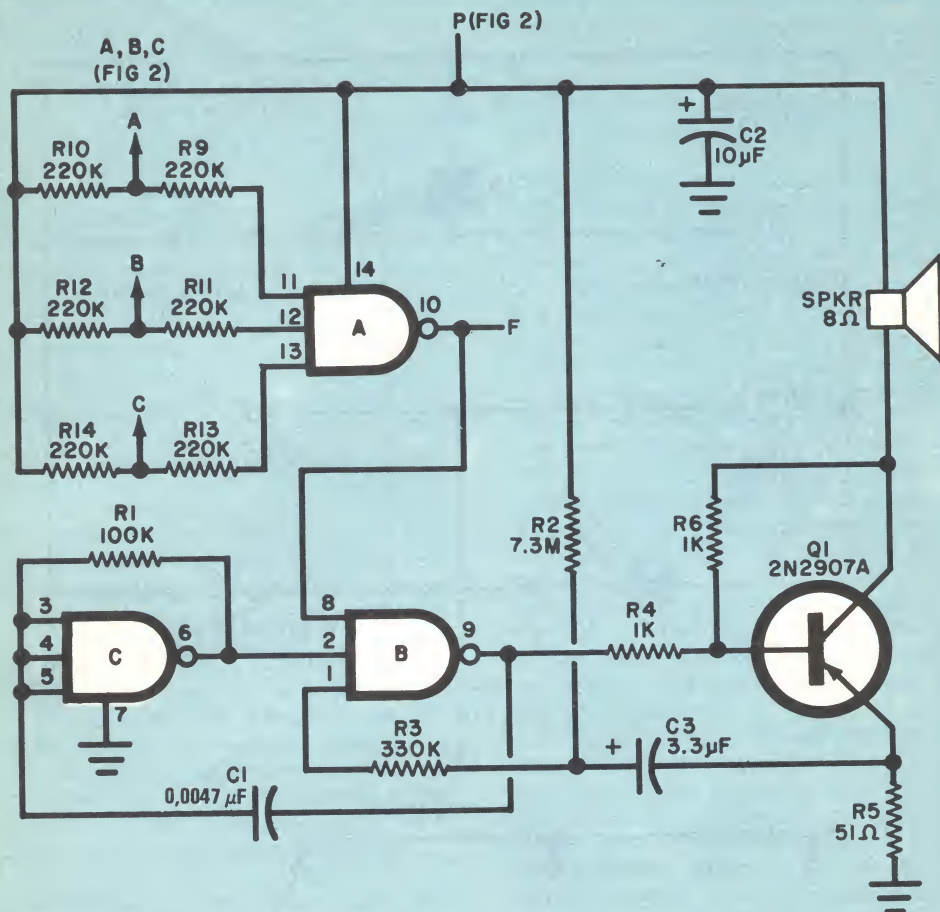

Fig. 1 - Le porte IC1C, IC1B e il transistor Q1 formano un oscillatore funzionante a 1.500 Hz, che viene interrotto ritmicamente da un segnale di 1 Hz.
**Il circuito** - Come si vede nella *fig. 1*, la porta NAND tripla a tre entrate, IC1, svolge tre funzioni distinte. La parte A funziona come una convenzionale porta NAND a tre entrate; se una o più delle sue entrate normalmente alte (A, B, C) va bassa, il piedino 10 d'uscita di questa porta risulta alto.
Il circuito d'allarme descritto può essere usato anche per controllare altri sistemi elettrici in corrente continua. Se i tipi di guasti sono indicati da una tensione alta, i punti da controllare si possono collegare mediante diodi all'entrata F (ved. *fig. 1*), insieme all'uscita di IC1A. ★